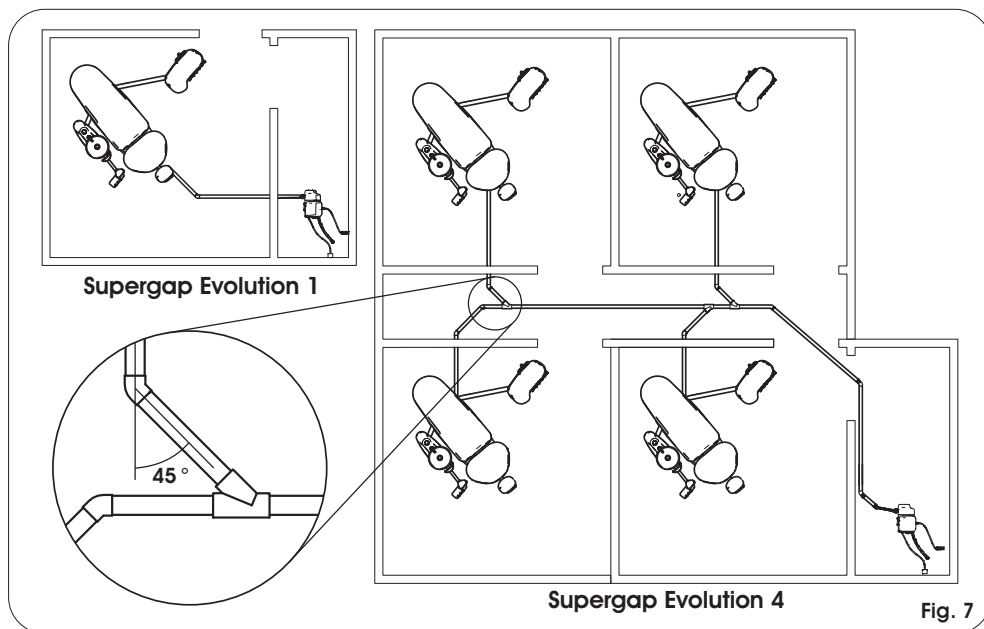

Fig. 7
- Evite conexões com ângulos retos nas tubulações, prefira conexões com ângulos de 45° e/ou curvas suaves para otimizar o vácuo (Fig. 7, pág. 8).